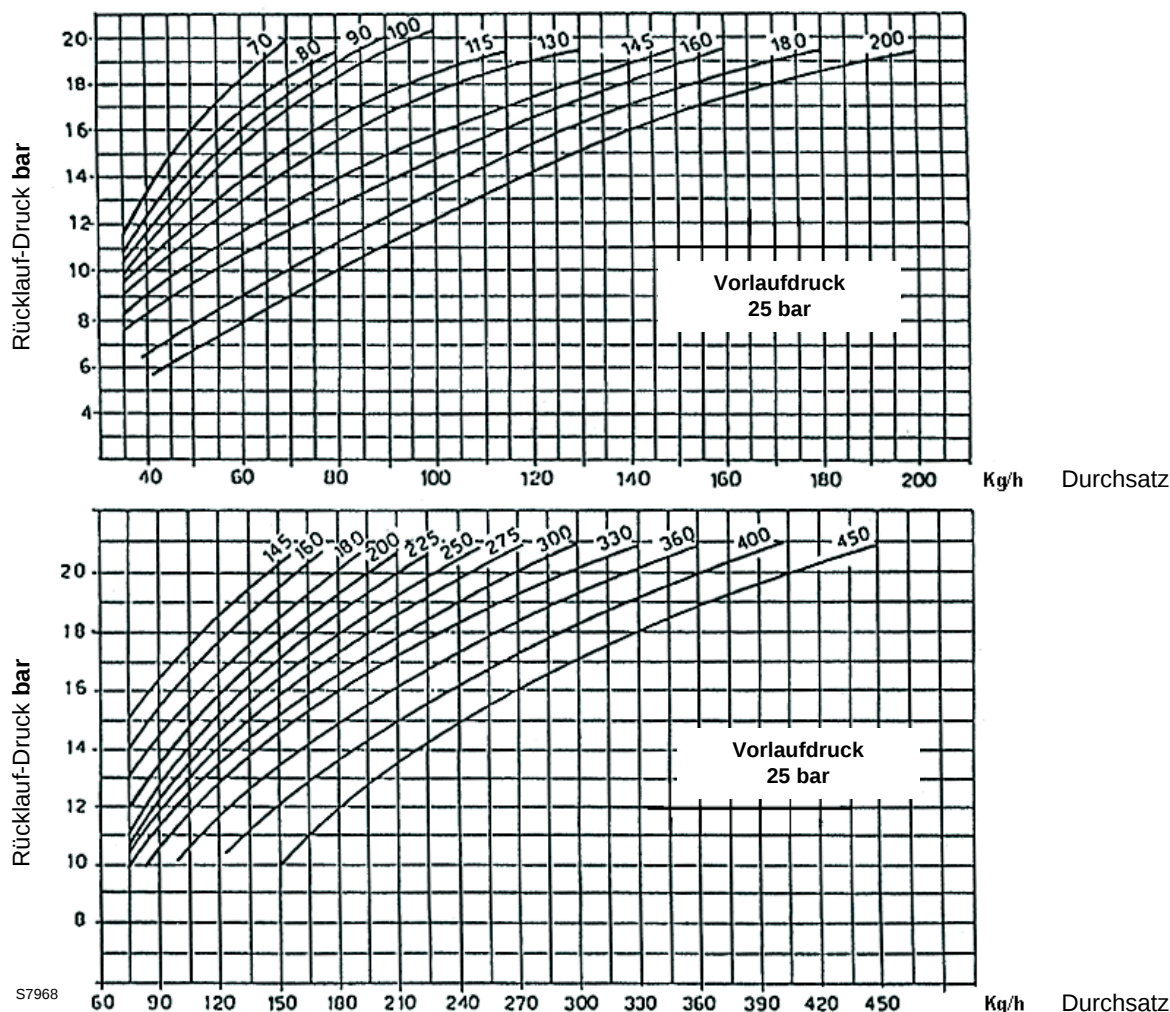

Abb. 10
- Bei erfolgter Einstellung mit Hand überprüfen, daß im Bereich zwischen 20° und 130° keine Schleichen vorhanden sind und daß Höchst und Minstdruckwerte den laut Diagramm gewählten Werten entsprechen. Abb. 10